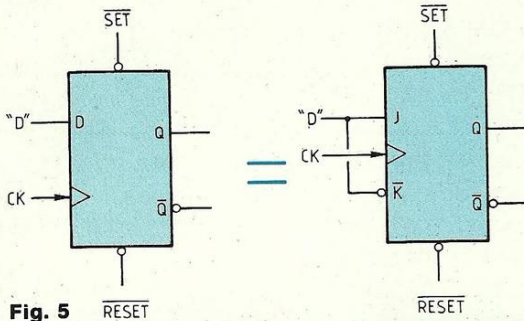

Fig. 5
Notez, comme l'indique la figure 5, que la bascule '109 peut faire ce que sait faire une '74, tandis que l'inverse n'est pas vrai. A prix égal, nous choisirons donc la '109, plus utile, pour constituer une bascule T (double) qui s'opère comme le montre la figure 6. Ce sont des générateurs de carrés purs (50/50) dont la sortie change d'état à chaque front montant d'horloge (CK).